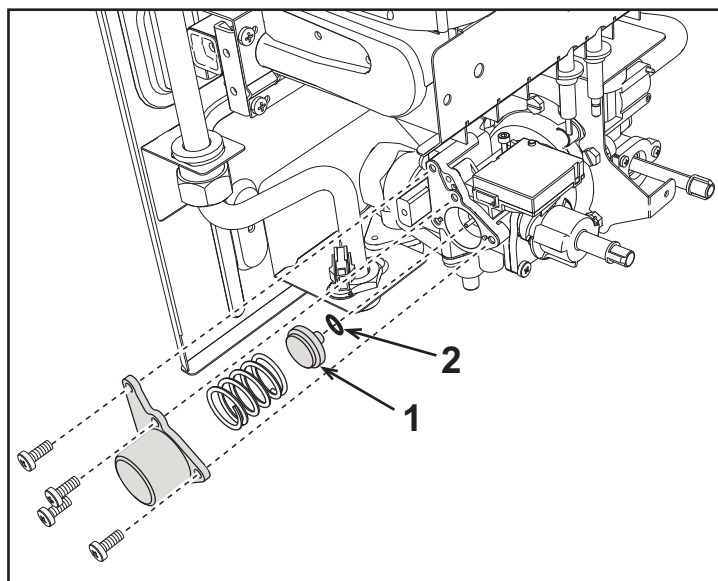

fig. 8
- Remova a mola e substitua o cone de modulação (ref. 1 - fig. 8) pelo cone adaptado ao tipo de gás verificando se a junta de retenção (ref. 2 - fig. 8) se encontra correctamente posicionada.